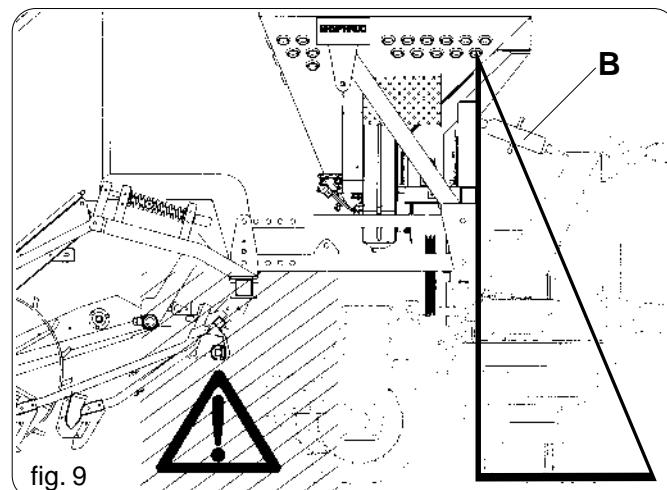

fig. 9
- particolare controllare la zona tra il rullo posteriore ed i bracci degli stivaletti seminatori (fig. 9).
- 7) Abbassare il sollevatore mettendo le attrezature combinate in posizione di lavoro, verificare che tutti gli organi seminanti siano liberi di oscillare, come pure le ruote motrici e l'erpice copriseme. Controllare che l'attrezzatura si in posizione corretta, perpendicolare al terreno, eventualmente agire sul terzo punto della seminatrice (B fig. 9).
- 7) Lower the lift and place the combined equipment in an operating position. Check that all the sowing parts oscillate freely, including the drive wheels and the seed-covering harrow. 5) Check that the equipment is in the correct position, perpendicular to the ground, adjusting the third point of the seeder, if required (B fig. 9).
- 7) Das Hubwerk wieder absenken und die so miteinander verbundenen Maschinen in Arbeitsposition bringen. Dabei ist darauf zu achten, daß sämtliche Organe zur Aussaat über einen Schwingungsradius frei von Behinderungen verfügen; dies gilt auch für die Antriebsräder und die Egge. Kontrollieren, daß die Ausrüstung sich in der korrekten Stellung befindet, senkrecht zum Boden liegt und eventuell auf den dritten Punkt der Sämaschine einwirken (B Abb. 9).